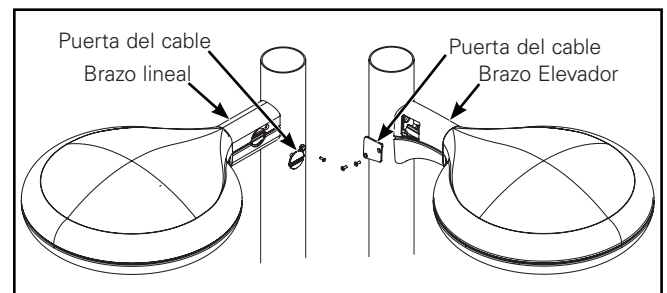

Figura 4.
Conexiones eléctricas (Figura 4)
1. Haga las conexiones de la luminaria en el brazo. Inserte los cables en el brazo y vuelva a instalar la puerta del cable como se muestra. (Figura 4.)